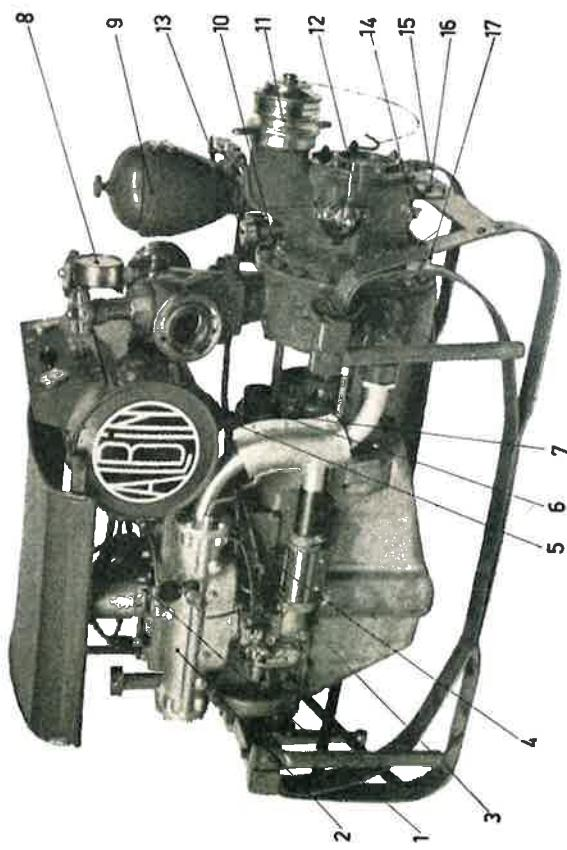
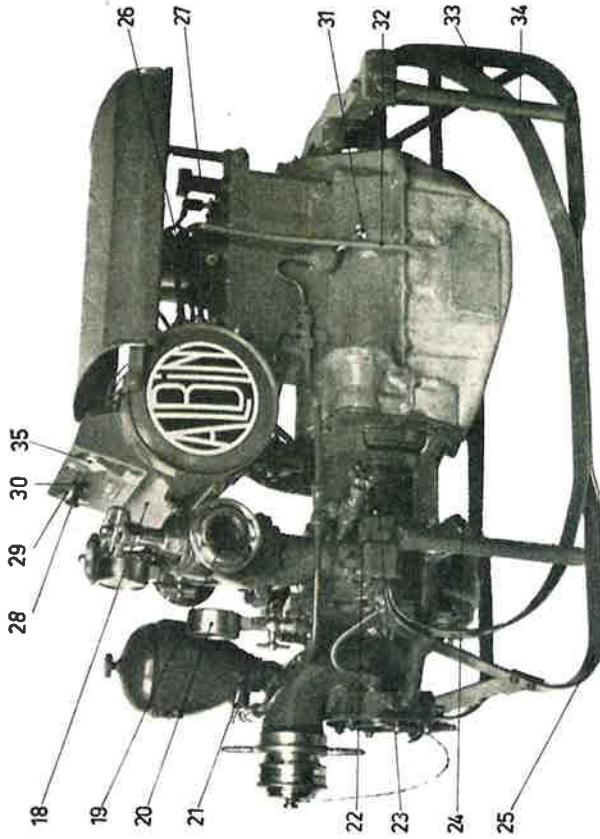

Fig. 11
Fig. 12
Motorn har helt genomförd cirkulationsmörföring. Motorns underdel är utbildad till oljebehållare, från vilken en cirkulationspump suger oljan och distribuerar den under tryck till motorns olika lager. Medelst manometern 29 (fig. 12) kontrolleras under körsningen att olja går fram i systemet. Oljetrycket är injusterat från fabriken och behöver ej ändras. Kontrollera endast att manometern visare given tydligt utslag. En eventuell justering av oljetrycket ifrågakommer endast vid renovering av motorn på verkstad.
Motorns arbetstemperatur skall vara hög. Det är skadligt för motorn att hålla denna för kall. Motorn skall vara så varm som möjligt utan att vattnet kokar, dvs. temperaturen på avgående kylvattnet skall vara minst + 80° C. Temperaturen bestämmes av den kylvattenmängd, som släppes genom motorn, och denna regleras medelst kranen 22, fig. 12.
När kylvattnet passerat genom kylmantlarna, avrinner det dels genom avloppsröret 32 (fig. 12) och dels genom motorns avgasledning, där det tjänstgör som luftdämpande medel. I avgasledningen bör för undvikande av effektförlust insläppas blott ca en tredjedel av kylvattenmängden och detta sker genom att 3-vägskranen 26 ställs på mellanläge. Kylvattenmängden genom avgasledningen resp. röret 32 regleras medelst 3-vägskranen 26, fig. 12.
Förgasaren är utrustad med en speciell köldstartanordning, vilken utgöres av en särskild förgasare, som fungerar helt oberoende av huvudförgasaren, eftersom den är anslutet till denna. Köldstarten skall vara i funktion under motorns start och huvudförgasaren måste då vara *bett frånkopplad*, dvs. gasregleringssarmen 1 (fig. 11) skall stå i sitt "bottenläge" startläge eller längst till höger sett enl. fig. 11. Detta är mycket viktigt. *Köldstartanordningen träder nämligen i funktion, när man drager ut köldstartreglaget 28 (fig. 12) under förutsättning att gasregleringssarmen står i bottnläge*, såsom ovan nämnts. Observera att köldstarten sålunda ej är jämförbar med en vanlig s. k. "choke".
Ställ gasregleringssarmen 1 (fig. 11) i "bottnläge" tillkoppla köldstarten samt veva motorn runt 5—10 varv, varefter gaspjället öppnas något. Motorn startas nu med ett kraftigt tyck i starteven. Köldstartanordningen bör vara inkopplad under ½—2 min., den längre tiden vid starkare kyla.
Ställ gasregleringssarmen 1 (fig. 11) i "bottnläge" tillkoppla köldstarten helt samt veva motorn hastigt runt tills den startar. Så snart den startat ställes köldstartanordningen i medelläge. I detta läge bör motorn gå under 1—3 min, den längre tiden vid starkare kyla.
- Stäng kranarna nr 4, 10, 15, 17 (2 st), 19 (2 st), 21, 22 och 31 liksom avstängningsventilen i påfyllningsratten 9 (fig. 11). Ändamålet härmed är att avstänga all lufttillflörsel under evakueringen. *Står någon kran öppen kan evakuering omöjliggöras.*
- Ställ kranen 26, fig. 12, för kylvatentutloppet på direktutlopp.
- Fyll behållaren 9 (fig. 11) med vatten (ev. spritblandat vintertid). Detta bör helst vara gjort i förväg efter föregående användning av sprutan. Se sid. 5 "Evakueringssystemet, verkningsätt". Vid Fäffyllning av behållaren skall evakueringsspumpens kran vara stängd, dvs. handtaget ställt på "E". Se fig. 3.
- Efter ovantäende förberedelser startas motorn varvid köldstarten skall vara inkopplad, dvs. reglaget 28, fig. 12, helt utdraget. Se "köldstartanordningen", sid. 13.
- Vid stark kyla bör motorn få gå i tomgång ½ à 1 min. (köldstartreglaget utdraget så långt detta visar sig behövligt), se sid. 13, för att uppnå viss värme, innan varptalet ökas för evakueringen (glöm ej att skruva av locket 16 fig. 11). Fyllningen av evakueringsspumpen skall ske först efter starten och under det att motorn går sakta i tomgång, dvs. fyllningen bör alltid göras först strax innan man är färdig att evakuera.*
- Så snart sprutpumpen tager vatten, vilket synes genom att tryckmanometern ger utslag, öppnas kranen 22 (fig. 12), så att motorn får kyrvatten. *Detta skall alltid vara den första åtgärden sedan man fått upp vatten.*
- Kontrollera tryckmanometern 8 (fig. 11).
- Kontrollera oljemannometern 29 (fig. 12). Se sid. 10 "Smörjsystemet".
- Under köringen regleras vid behov kylvattemängden till motorns kylmantlar medelst kranen 22 (fig. 12) så att motorn får rätt temperatur. Se sid. 11 "Kylsystemet".
- Kontrollera att packboxmuttern 23 (fig. 12) för kylvattnatappet ställas om, så att vattnet går ut genom röret 32, och avgasledningen på så sätt blåses fri från vattnet.
- Vidare skall en kort stund innan motorn stoppas, (en eller två minuter) 3-vägskranen 26 (fig. 12) för kylvattnatappet ställas om, så att vattnet går ut genom röret 32, och avgasledningen på så sätt blåses fri från vattnet.*
Olian för motorns smörjning påfylls i vevhuset genom trattan 27 (fig. 12). Håll oljenivån mellan mäckena på mästicken 3. Vevhuset rymler 4 liter. *Vid sprutans leverans är oljan antäppad. Päfyll alltså olja innan motorn tagas i bruk.*
Pumpaxelns kullager 16 (fig. 2) bör smörsjas vid varje påbörjad körsning och därefter en gång i timmen genom att fettkoppen lock 13 (fig. 11) tillskrivas ca 2 varv varje gång. För detta lager skall användas ett vattenbeständigt fett (Esso Cazar k-2, Shell Rhodinabrase No 2 eller motsvarande). Nämnda fett går även att använda för pumpens kullager.